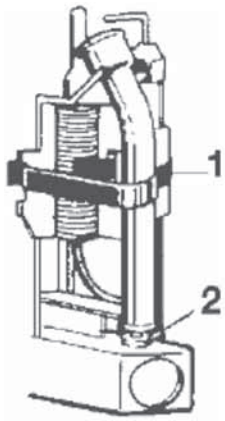

рис.1
3. Снимите пружину 1 (рис. 1), демонтируйте пилотную горелку.